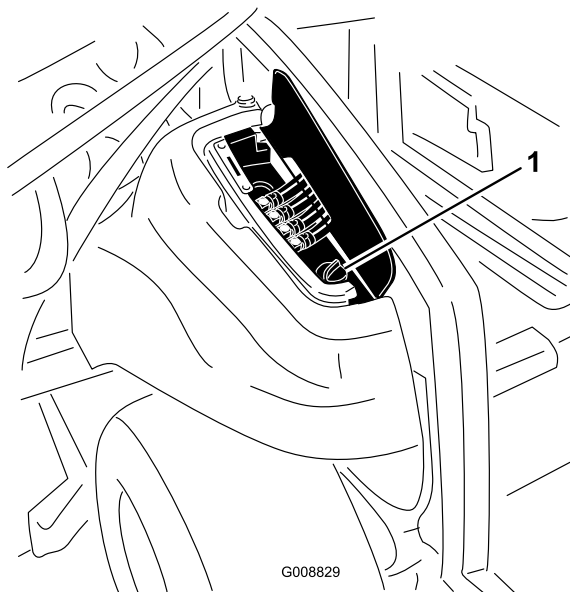

図 86
2. 機体右側のアクセスカバーを開くと油圧タンクのキャップがある（図 86）。
3. 油圧オイルタンクの注油口周辺をきれいに拭き、キャップ（図 86）を外す。給油口からキャップを取る。